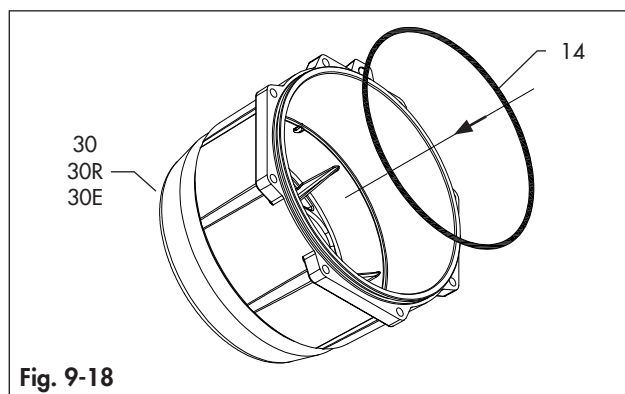

Fig. 9-18
- Coloque a junta tórica das tampas da extremidade (14) na ranhura, conforme mostrado na Fig. 9-18, ao se certificar de que a junta tórica esteja estável no seu alojamento.